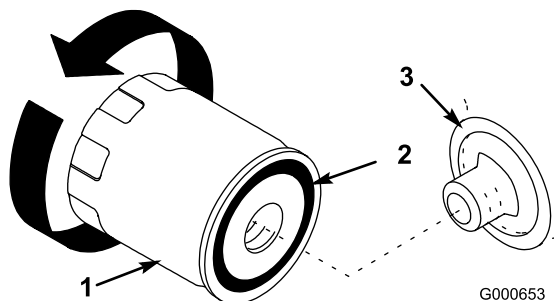

Bild 31
8. Entfernen Sie den Altfilter und wischen die Dichtfläche am Anbaustutzen (Bild 31) ab.
11. Ölen Sie die Gummidichtung am Ersatzfilter leicht mit Frischöl ein (Bild 31).
12. Setzen Sie den Ersatzölfilter auf den Anbaustutzen auf. Drehen Sie den Ölfilter nach rechts, bis die Gummidichtung den Anbaustutzen berührt. Ziehen Sie ihn dann um eine weitere 1/2 Umdrehung fester (Bild 31).